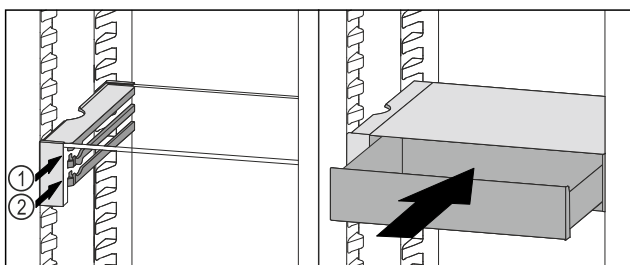

Fig. 106
- ▶ Plasser VarioSafe-skuffen bak stopperne på ønsket rille Fig. 106 (1) eller Fig. 106 (2).